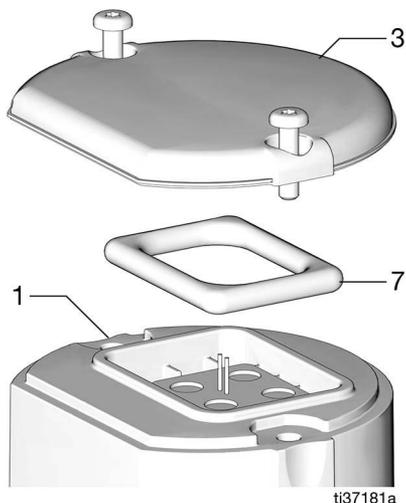

FIG. 12
5. Remova a vedação (7) do compartimento (1), se necessário. Verifique se a vedação está instalada na tampa (3). Aplique uma película fina de óleo ou graxa na vedação a fim de lubrificá-la para instalação (FIG. 12).